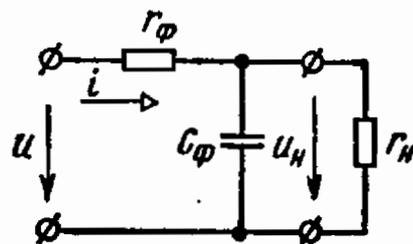

Рис. 8.13
8.13. Для уменьшения пульсаций напряжения на резисторе r_n , подключенном к однополупериодному выпрямителю, применен Г-образный сглаживающий RC-фильтр, схема которого изображена на рис. 8.13.
где $z_{(1)}$ — входное сопротивление цепи рис. 8.13 по первой гармонике; $z_{p(1)}$ — сопротивление разветвления по первой гармонике.